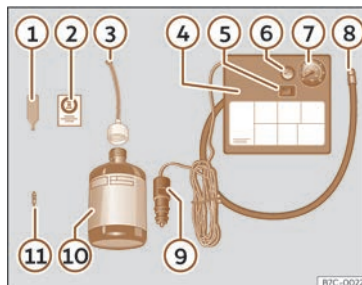

Fig. 238 Representació estàndard: contingut del joc antipunxades.
El joc antipunxades es troba en el compartiment del maleter sota el revestiment del terra. Inclou els components següents >>> **fig. 238**:
- Desenrosqueu el caputxó i l'obús de la vàlvula del pneumàtic. Utilitzeu l'aparell >>> **fig. 238** 1 per extreure l'obús. Poseu-lo en una superfície neta.
- Sacsegeu amb força l'ampolla de segellador de pneumàtics >>> **fig. 238** 10.
- Enrosqueu el tub d'inflament >>> **fig. 238** 3 a l'ampolla de segellador. El precinte de l'ampolla es trencarà automàticament.
- Traieu el tap del tub d'ompliment >>> **fig. 238 ③** i caragoleu l'extrem obert del tub a la vàlvula del pneumàtic.
- Torneu a posar l'obús amb l'aparell >>> **fig. 238 ①** a la vàlvula del pneumàtic.
- Enrosqueu el tub d'inflament del pneumàtic del compressor >>> **fig. 238 ⑧** a la vàlvula del pneumàtic.
- Comproveu que el caragol d'evacuació d'aire està tancat >>> **fig. 238 ⑥**.
- Fixeu el connector >>> **fig. 238 ⑨** a la presa de corrent de 12 volts del vehicle >>> pàg. 242.
- Connecteu el compressor d'aire amb commutador ON/OFF >>> **fig. 238 ⑤**.
- Enganxeu l'adhesiu >>> **fig. 238 ②** al quadre d'instruments, dins del camp visual del conductor.
Torneu a enroscar el tub d'inflament >>> **fig. 238 ⑧** i comproveu la pressió en el manòmetre **⑦**.